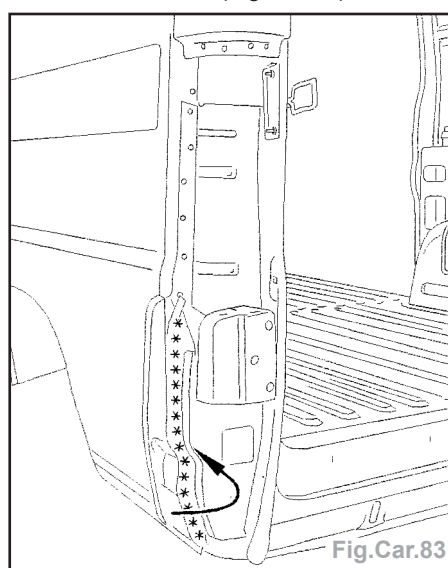

Fig.Car.83
- Dégrafer la ligne de points à l'aide d'une fraise de Ø 8 mm (Fig.Car.83).